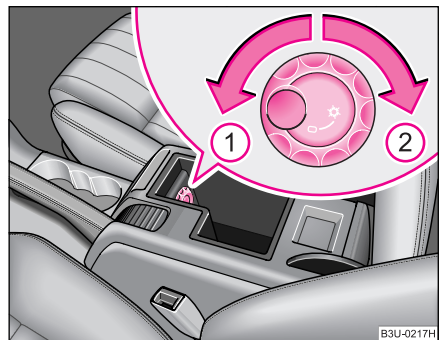

Fig. 97 Torpedoul: Răcirea
- Rotiți comutatorul rotativ spre stânga în poziție finală ① ♥ fig. 97.